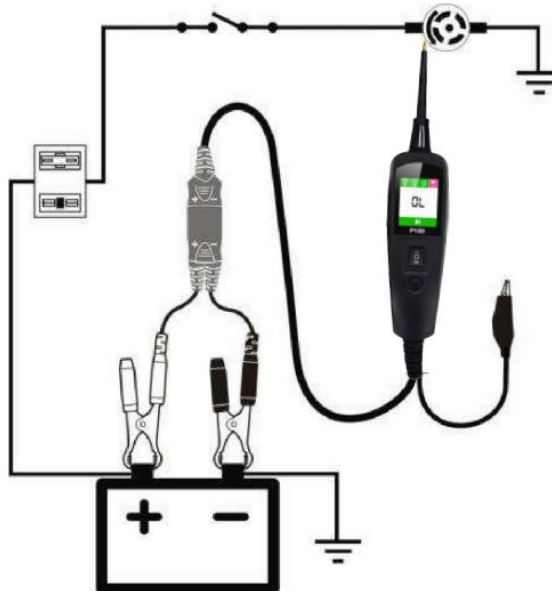

Abb.13
- Während sich das Gerät im Gleichspannungsmodus befindet, berühren Sie mit der Sondenspitze den Pluspol des Bauteils. Die grüne LED sollte aufleuchten und damit den Kontakt zur Erdung / Masse anzeigen. Während Sie die grüne LED beobachten, drücken Sie den Netzschalter schnell nach vorne und lassen ihn wieder los. Wenn die grüne LED erlischt und die rote LED aufleuchtet, können Sie mit der weiteren Aktivierung fortfahren (Abbildung 13). Dies kann aus folgenden Gründen geschehen: